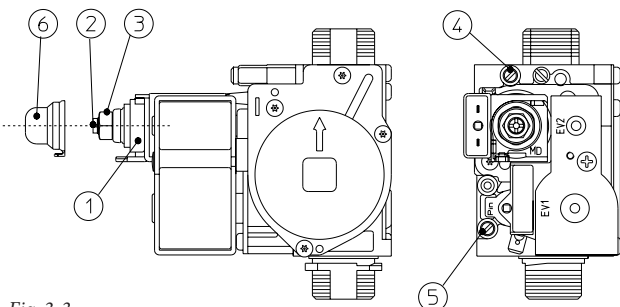

Fig. 3-3
**N.B.:** tutte le operazioni relative alle regolazioni dello scaldabagno devono essere effettuate da un tecnico abilitato (ad esempio il Servizio Assistenza Tecnica Immergas). La taratura del bruciatore deve essere effettuata con un manometro differenziale ad "U" o digitale, collegato ad un Y da interporre sul tubicino in silicone che va dalla valvola gas alla camera stagna e alla presa pressione di uscita valvola gas (part. 4 fig. 3-3), attenendosi al valore di pressione riportato nella tabella paragrafo 3.13 per il tipo di gas per il quale lo scaldabagno è predisposto.
- Regolazione della potenza termica nominale (fig. 3-3).
- Regolare sul dado in ottone (3) la potenza nominale dello scaldabagno, attenendosi ai valori di pressione massima riportati nelle tabelle di (Parag. 3.13) a seconda del tipo di gas.
- Regolazione della potenza termica minima (Fig. 3-3).